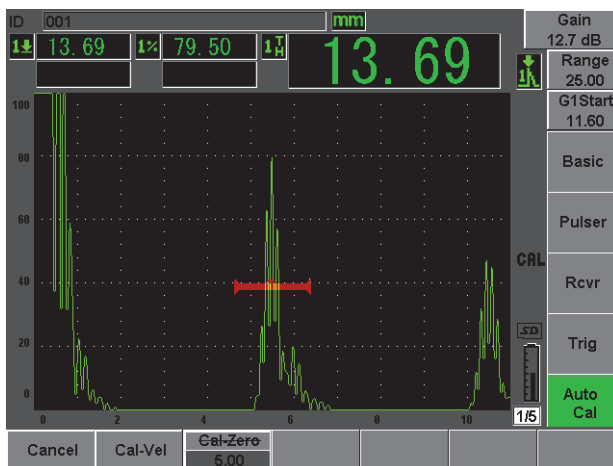

図 2-16 ゲート 1 スタート
11. (**自動 XX% : Auto XX%**) 機能を使用して、指示位置がフルスクリーン高さの 80 % フルスクリーン高さになるように、ゲインを調整します (52 ページ図 2-16 参照)。